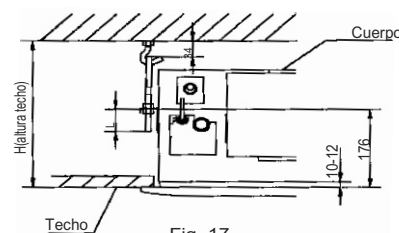

Fig. 17
La longitud puede calcularse a partir de la Fig. 17:
- Ajuste la posición para asegurarse de que no quedan espacios entre el cuerpo y las cuatro partes del techo. La parte más baja del cuerpo debería hundirse en el techo 10 o 12 mm (vea Fig. 17).